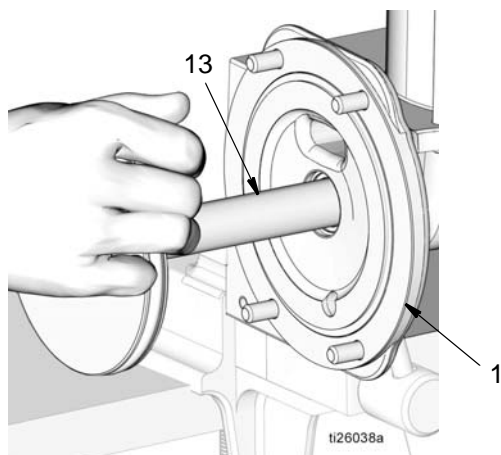

FIG. 50
- f. Applicare un sottile strato di grasso attorno e lungo l'asta del pistone (13), per l'intera lunghezza. Premere delicatamente l'asta del pistone nella base della pompa (1) con un movimento di spinta e torsione per inserire l'asta attraverso le tenute e i distanziali precedentemente montati (FIG. 50).